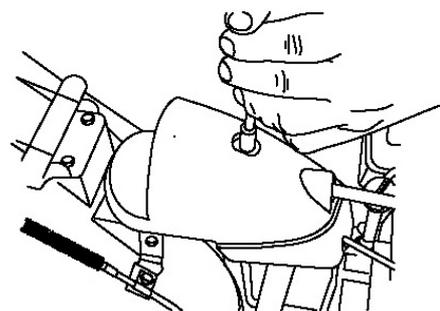

Рисунок 54
1. Снимите крепеж с крышки редуктора (Рис. 54), поднимите переднюю часть крышки вверх, подвиньте ее назад и снимите.